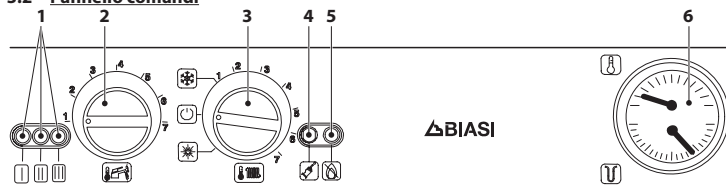
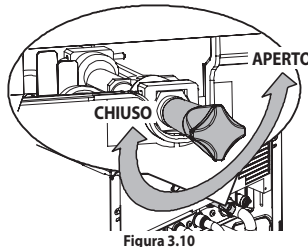

Figura 3.1
Figura 3.10
La lampada segnalazione blocco 5 in Figura 3.1 è accesa. Premere il pulsante di ripristino 4.
- Alimentate elettricamente la caldaia azionando l'interruttore bipolare previsto nella installazione; la lampada di segnalazione 1 in Figura 3.1 fa un breve lampeggio circa ogni 4 secondi.
Aprite il rubinetto di riempimento in Figura 3.10 posto sotto la caldaia e verificate contemporaneamente la pressione del circuito riscaldamento sul manometro in 6 in Figura 3.1). La pressione dovrà essere compresa tra un valore di 1 bar, 1,5 bar. Ad operazione effettuata, richiudete il rubinetto di riempimento e sfatate eventualmente l'aria presente nei radiatori.
Per un servizio razionale ed economico fate installare un termostato ambiente. Non chiudete mai il radiatore del locale nel quale è installato il termostato ambiente. Se un radiatore (o un convettore) non riscalda, verificate l'assenza d'aria nell'impianto e che il rubinetto dello stesso sia aperto. Se la temperatura ambiente è troppo elevata, non agite sui rubinetti dei radiatori, ma diminuite la regolazione della temperatura riscaldamento tramite il termostato ambiente o con la manopola regolazione riscaldamento 3 in Figura 3.1.
Se la caldaia non funziona e la lampada segnalazione blocco (4 in Figura 3.1) è accesa la caldaia è in blocco di sicurezza. Per ripristinare il suo funzionamento premere il tasto reset 5 (Figura 3.1) sul pannello comandi della caldaia.